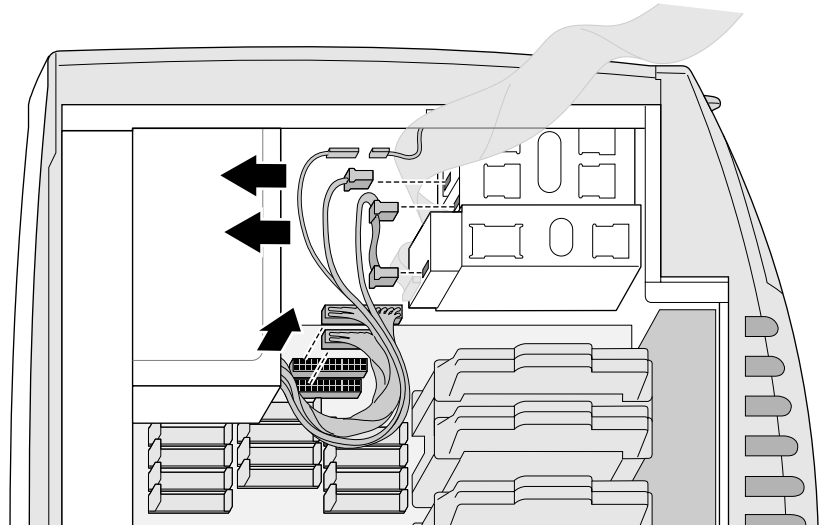

Abbildung 7-2 Trennen der Stromversorgungskabel von den Laufwerken
2. Trennen Sie die Stromversorgungskabel von den IDE-Laufwerken. Drücken Sie Verschlusszunge herunter, um das Stromversorgungskabel vom Laufwerk zu lösen. Siehe Abbildung 7-2.